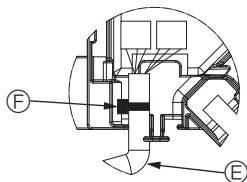

Fig. 10-10
- Plasser båndet som fester panelets spjeldmotorledning i koblingsboksen, som vist i figuren. (Fig. 10-10)